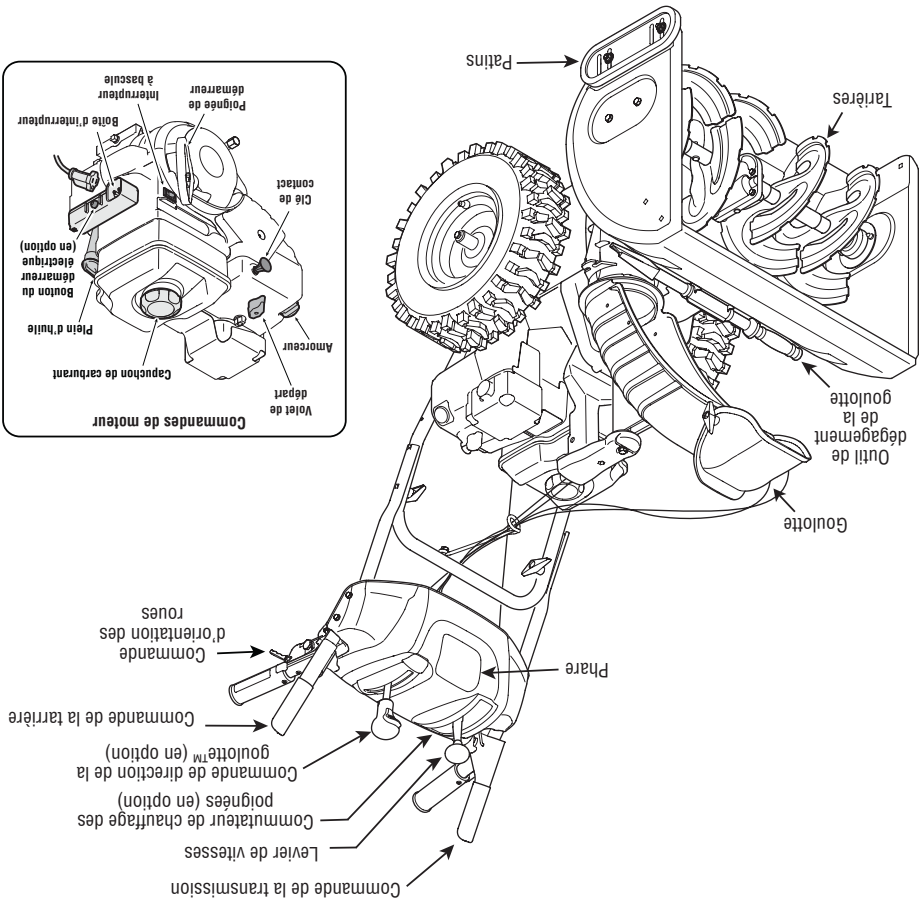

Figure 4-1
3. Pour tourner à droite ou à gauche, pressez la commande de direction des roues correspondante. Voir la Figure 4-1.
1. Avec l'obturateur à la position Fast (Iapin), placez le levier de changement de vitesse à l'une des six positions de marche avant (F) ou à l'une des deux positions de marche arrière (R). Choisissez la vitesse adaptée aux conditions présentes.